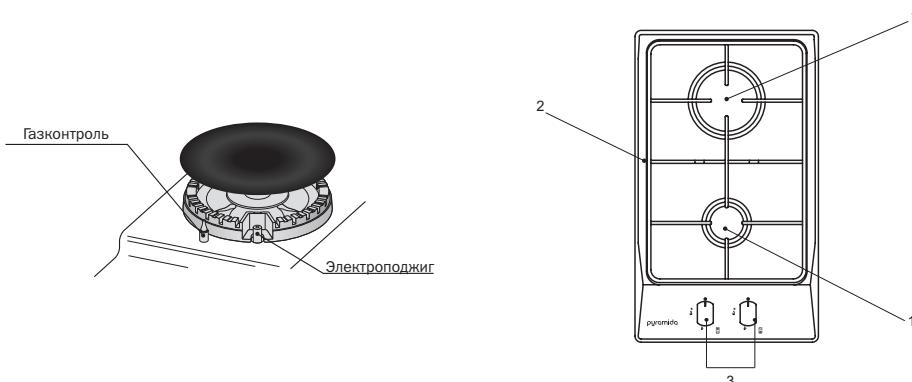

Рис. 11
- Модели с электроподжигом (Рис. 11) оснащены специальными газовыми кранами с функцией электрического поджига. В этом случае символ электроподжига «» изображен около каждой ручки управления. Чтобы зажечь газовую горелку, нажмите на нужную ручку, и поворачивайте ее нажатой против часовой стрелки к позиции «» (сильное пламя). Проходя символ  активируется электроподжиг. Когда газовая горелка загорится, отпустите ручку.
- Включение газовой горелки с газконтролем (Рис. 11). Нажмите и поверните ручку, соответствующую выбранной газовой горелке, против часовой стрелки к позиции «» (сильное пламя). Когда газовая горелка воспламенилась, удерживайте ручку нажатой примерно 5-10 секунд, чтобы пламя нагрело термопару газконтроля.